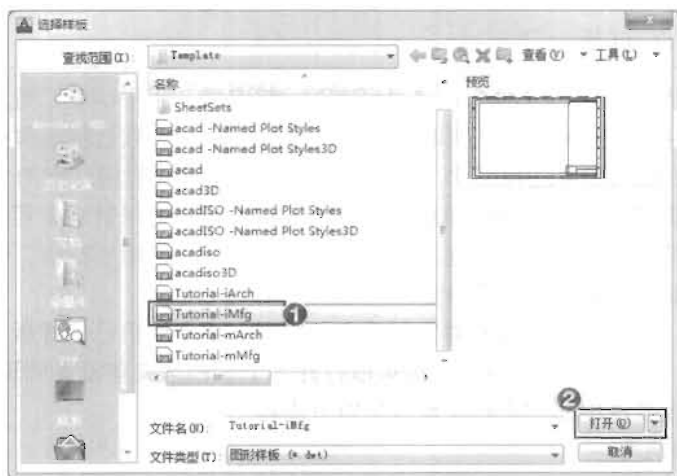

图 1-33
(1) 单击  工具栏中的“新建”按钮，或执行“文件>新建”菜单命令，或者按 Ctrl+N 组合键。
(2) 在系统弹出的“选择样板”对话框中选择一个样板文件，然后单击“打开”按钮，即可完成新建工作，如图 1-33 所示。